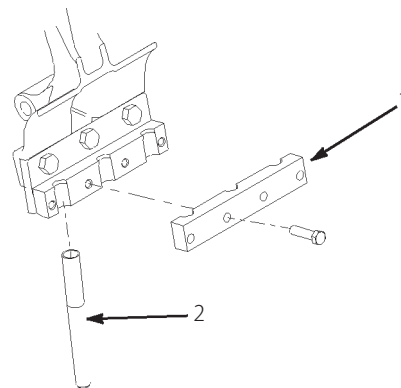

図 26
4. 各タイン・ホルダーにタイン・クランプを仮止めする (図26; 3/8 x 1-1/2" キャップスクリュー 4 本を使用する)。この時点ではキャップスクリューを締め付けない。